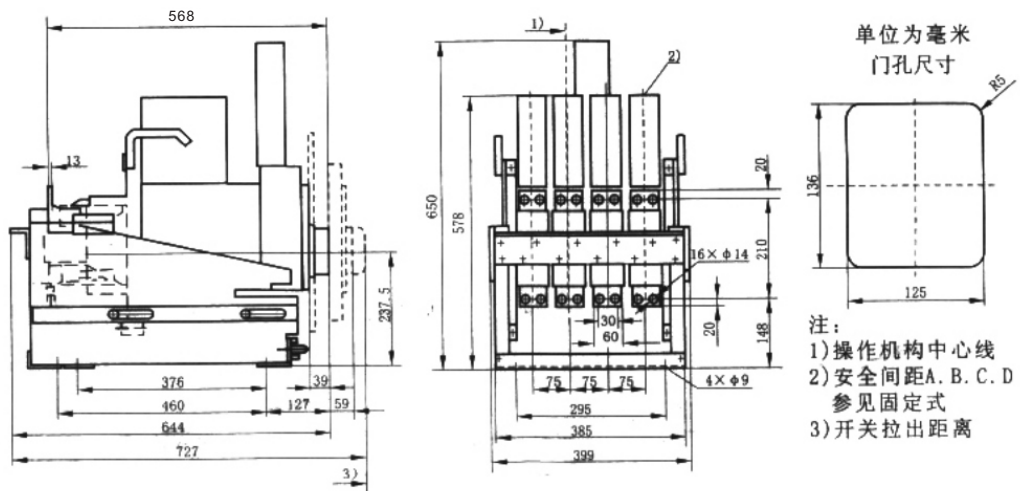

图31 RDW17-1900四极抽屉式外形及安装尺寸
8.7.13 RDW17-1900四极抽屉式断路器外形及安装尺寸见图31